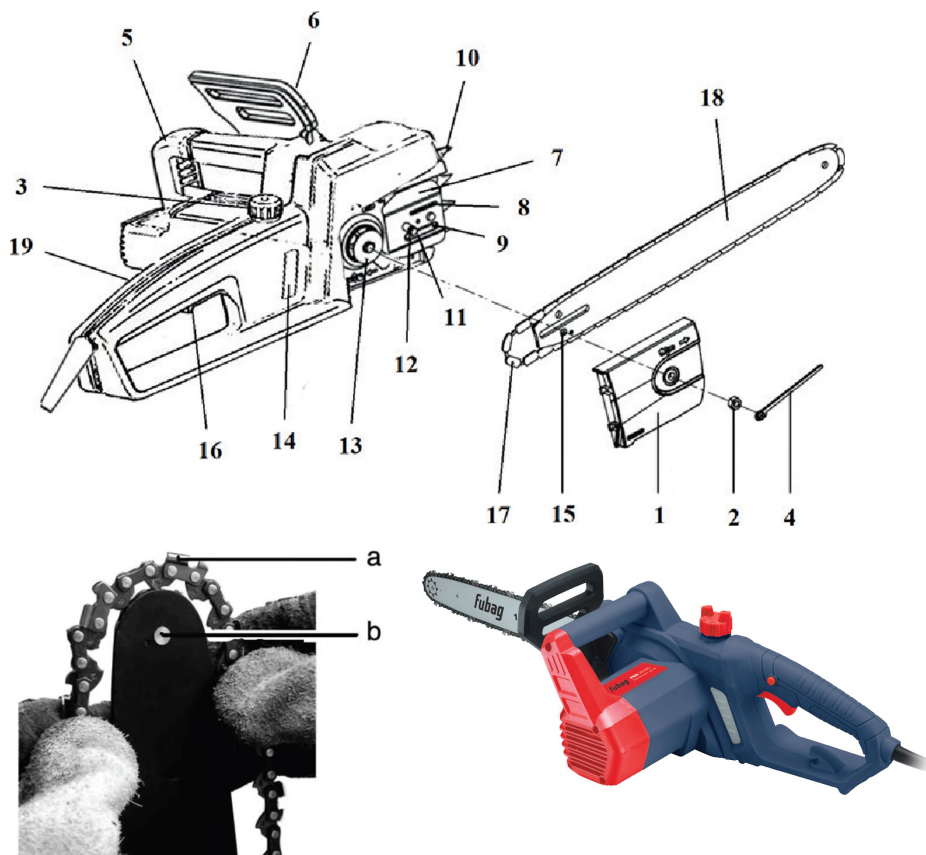

Рис.2
Основные элементы и части электропилы представлены на рис.2.
5.1 .Установка шины и режущей цепи (рис.2).